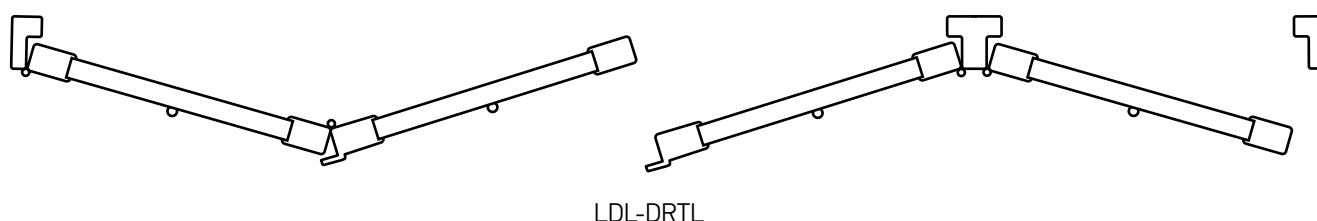

Рис. 22
7.3 Если используется Т- профиль, то буквой Т. Ниже приведен пример с учетом всех обозначений (Рис. 22)